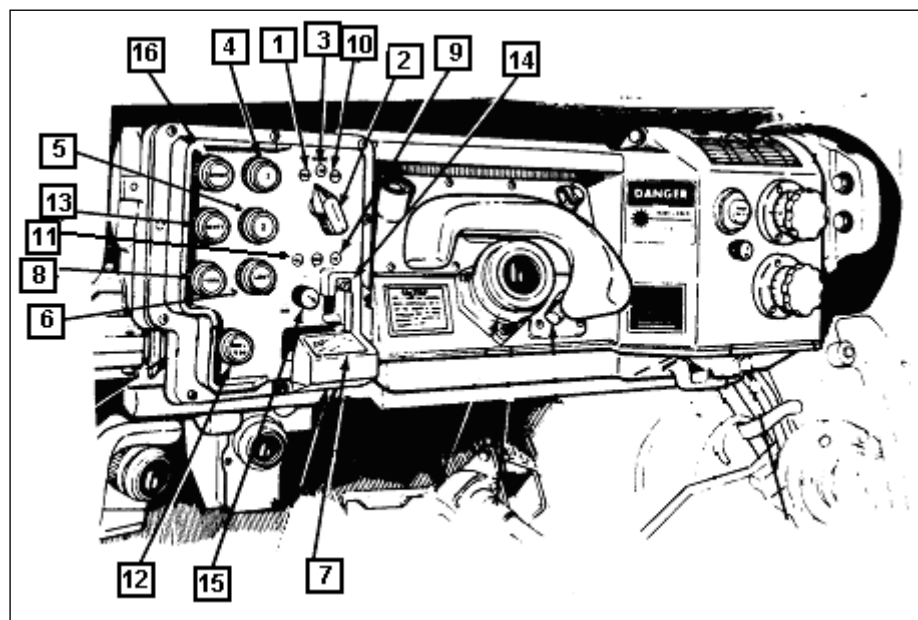

Fig 7-7. Receptor transmissor do telêmetro laser
e. Modos de operação (Fig 7-7)
(1) **Modo teste**(1) - usado para auto-teste do sistema e segurança. A chave seletora de modo(2) do equipamento é normalmente deixada no modo de teste, a não ser quando o equipamento está sendo operado. Nesta posição, a lâmpada do RT permanece acesa e o telêmetro não pode ser disparado.
(2) **Modo ligado**(3) - usado quando se quer medir distâncias, mas não se deseja que o dado seja imediatamente enviado ao computador M21. Após a emissão, os resultados obtidos são armazenados. O Cmt CC poderá ler 3 (três) valores de distâncias registrados, pressionando o botão/indicador 1(4), 2(5) ou LAST(6). O botão /indicador LAST mostra o último resultado recebido. Quando somente um retorno é recebido pelo RT, este pode ser lido ao pressionar o botão/indicador 1 ou LAST. Se nenhum retorno ocorrer, o prisma de visão(7) indicará 9995 ao se pressionar qualquer dos botões/indicadores. Após o Cmt CC avaliar que retorno será usado, a distância correspondente será enviada ao computador M21 pressionando o botão/interruptor FEED(8); a luz do indicador GO(9) acenderá indicando que o valor foi aceito.
(3) Modo automático(10)
(d) Alça mínima (BATTLE RANGE) (Fig 7-7 e 7-8)
g. Auto-teste do telêmetro laser (Fig 7-7)
- (1) Executar o auto-teste do telêmetro laser sempre que ligar o equipamento ou antes de entrar em combate.
- (2) Não deve ser executado o auto-teste do computador M21 enquanto estiver sendo realizado o auto-teste do telêmetro laser.
- (3) O telêmetro não deve ser acionado no modo TESTE(1).
- (4) Abrir a tampa do telêmetro.
- (5) Ações imediatas para realização do auto-teste do telêmetro laser:
- (e) colocar o controle de luzes do telêmetro em teste. Todas as luzes do painel devem se acender e o prisma de visão deve indicar 8888(quatro oitos) e o indicador de retorno(RETURNS)(14) deve indicar 8(oito);